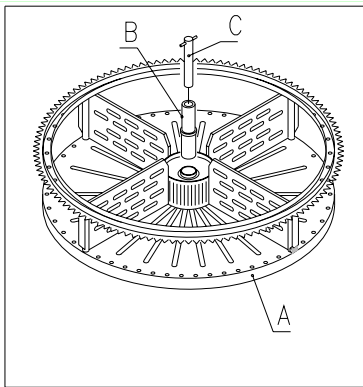

Abb. 8
- Die letzte Trommel oben A Abb. 8 verfügt über eine Buchse B Abb. 8 und einen Stift C Abb. 8 für die Blockierung der gesamten Säule. Während der Wiederanbringung der Säule ist es wichtig, daß der Einzelteil C korrekt positioniert und schließlich die Trommel A als letzte von insgesamt 10 positioniert wird.